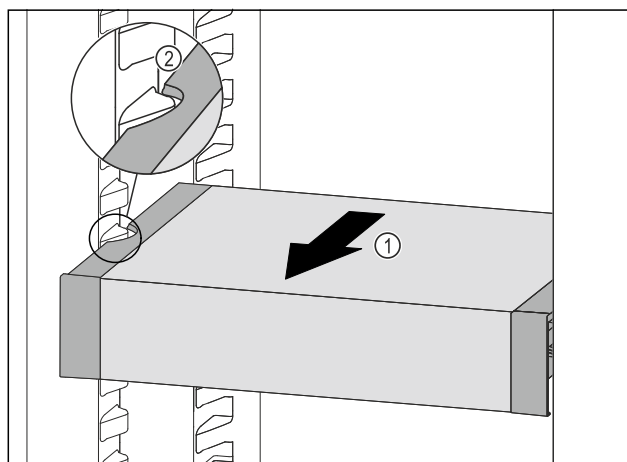

Fig. 82
- ▶ Predal VarioSafe povlecite v smeri naprej Fig. 82 (1), dokler nista stranska izreza predala VarioSafe na višini nastavka za posodo v hladilniku. Fig. 82 (2)